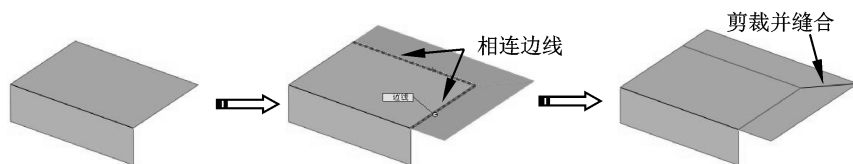

图 4-36 直纹面的裁剪和缝合
- 裁剪和缝合:当所选的边线为两个或两个以上且相连,【裁剪和缝合】选项被激活。此选项用来相互剪裁和缝合所产生的直纹面,如图4-36所示。